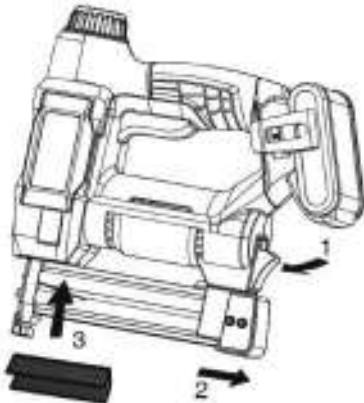

Рис. 4
1. Нажмите на рычаг разблокировки затвора магазина (Рис. 4).